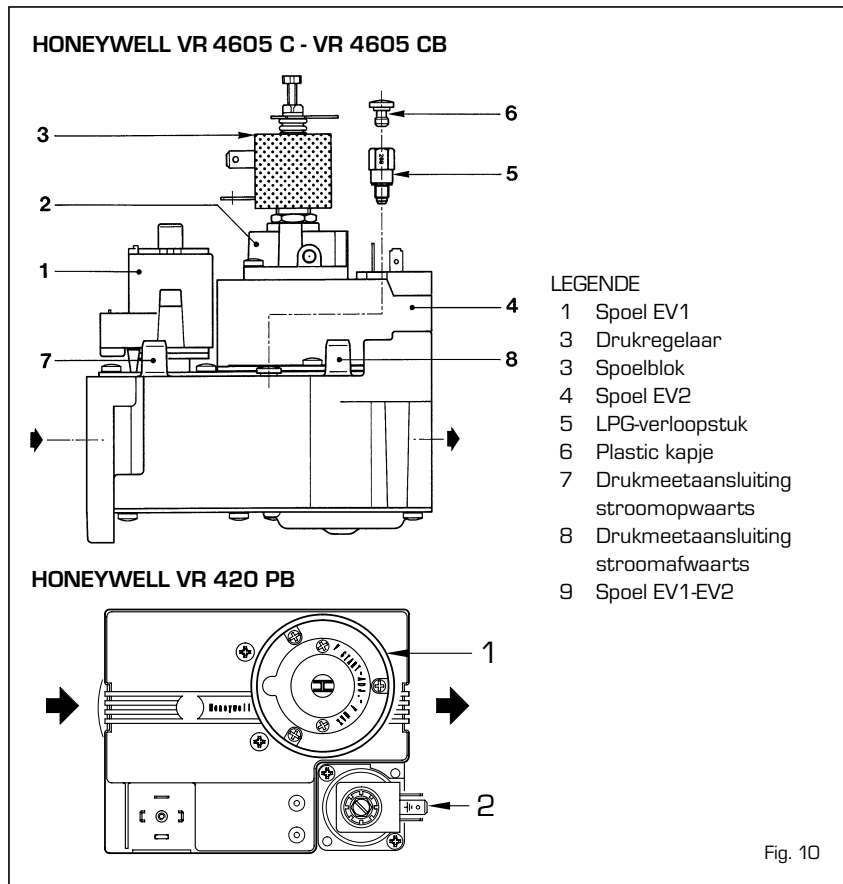

Fig. 10
4.1 GASKLEP (fig. 10)
De ketel "RMG Mk.II" wordt standaard geproduceerd met een gasklep HONEYWELL VR 4605 C (modellen "70-80"), VR 4605 CB (modellen "90-100") en VR 420 PB (modellen "110"). Bij de eerste ontsteking van de ketel verdient het altijd aanbeveling om de leidingen te ontluchten door middel van de drukmeetaansluiting die zich stroomopwaarts van de klep bevindt (7 fig. 10 - 9 fig. 2).